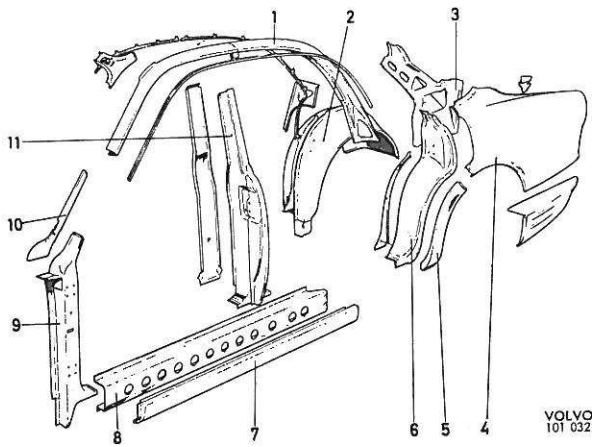

Figure 3. Flanc de carrosserie (version berline)
Le flanc de carrosserie des voitures de la version berline (figure 3) comprend le pied d'auvent (9), le pied de milieu (11), le pied de custode (6), les bavolets extérieurs et intermédiaires (7 et 8), la frise du toit (1), le montant de pare-brise (10), le passage de roue arrière (2) avec l'arc de roue (5), l'aile arrière (4), la cloison de dossier arrière et la pièce d'assemblage (3). Les bavolets et l'arc de roue sont exécutés en tôle galvanisée.